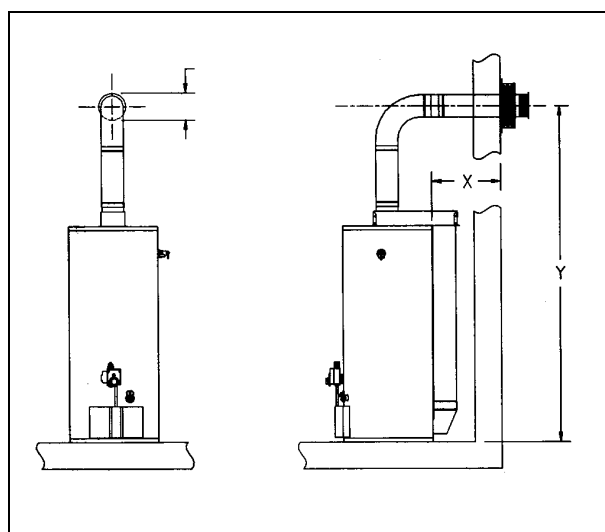

Рис. 4
1. Измерьте высоту "Y" (см. рис. 4). По таблице А определите необходимый набор труб.
2. Измерьте расстояние "X" (см. рис. 4). По таблице В определите необходимый набор труб.
3. Прodelайте в стене отверстие диаметром 14 см в том месте, где труба должна пройти сквозь стену (см. рис. 4)